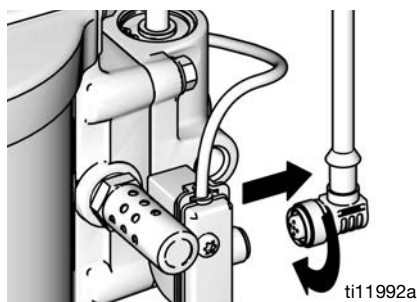

FIG. 9. Koppla bort DataTrak
1. Skruva loss kabeln från baksidan på tungrelät. Se FIG. 9.